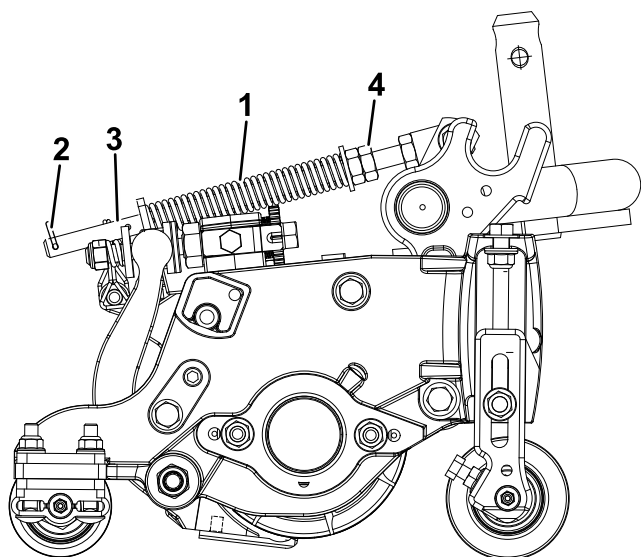

図 14
ターフ補正スプリング 図 14 は、前ローラから後ローラへと、カッティングユニットの体重移動を行います。これにより、マーセリングやボビングと呼ばれる「波打ったような」仕上がりを防いでいます。
6. スプリングロッドの後穴にヘアピンコッターを忘れずに取り付けてください 図 14。
7. スプリングロッド前部の六角ナットを締めて、圧縮状態のスプリング 図 14 の長さが以下の通りになるようにする 5" カッティングユニットでは 12.7 cm 7" カッティングユニットでは 15.8 cm。